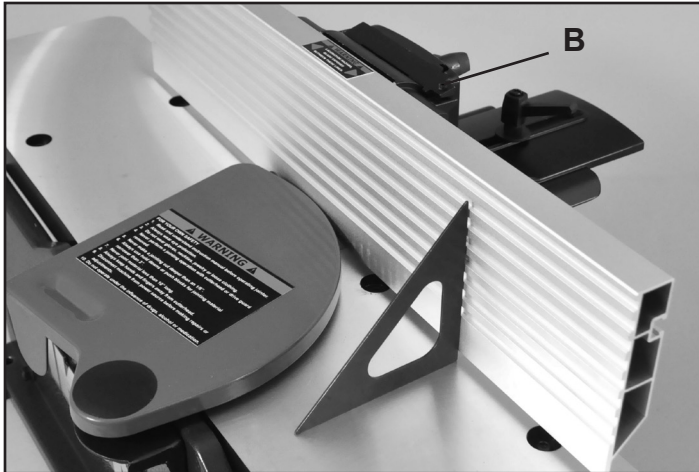

FIG. 6
6. Utilisez une jauge d'angle pour mesurer les angles de 90° et 135° entre la clôture et le dessus de la table de jointure. Le réglage peut être effectué en desserrant / serrant les vis à tête creuse hexagonale Hylock (B). FIG. 6 et 7.